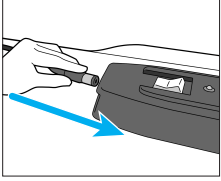

图 6a
1. 将随附的电池充电线连接至电池充电端口（图 6a 或 6b）。